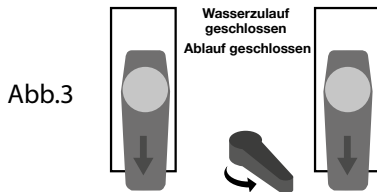

Abb.3
- 5) Stellen Sie die Ventile in die in Abbildung 3 gezeigte Position, geben Sie die Chemikalie in den Tank.